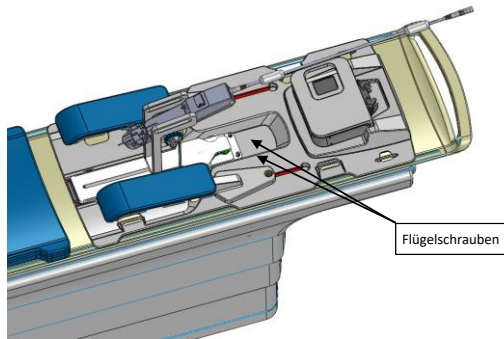
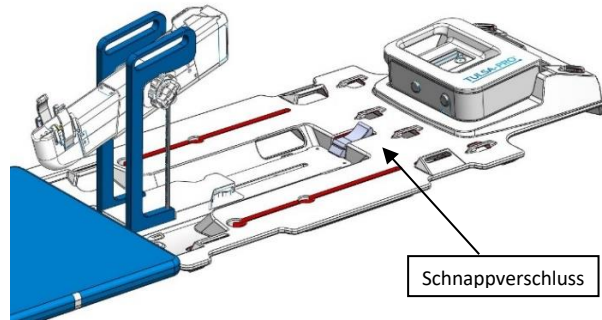

Abbildung 29: PS und PSIB auf der Basisplatte
Abbildung 30: PS und PSIB auf der Basisplatte mit Schnappverschluss
2. **MRT-MTRA:** Legen Sie Positionierungssystem (PS) und PSIB auf die Basisplatte, die sich am Fuß des MRT-Tischs befinden muss. Das PS muss sich zwischen den Beinen des Patienten befinden.
3. **MRT-MTRA:** Befestigen Sie das PS mit den mitgelieferten Flügelschrauben an der Basisplatte (*Abbildung 29*). Bei Basisplatten mit Schnappverschluss ist das PS mit dem Schnappverschluss zu fixieren (*Abbildung 30*).